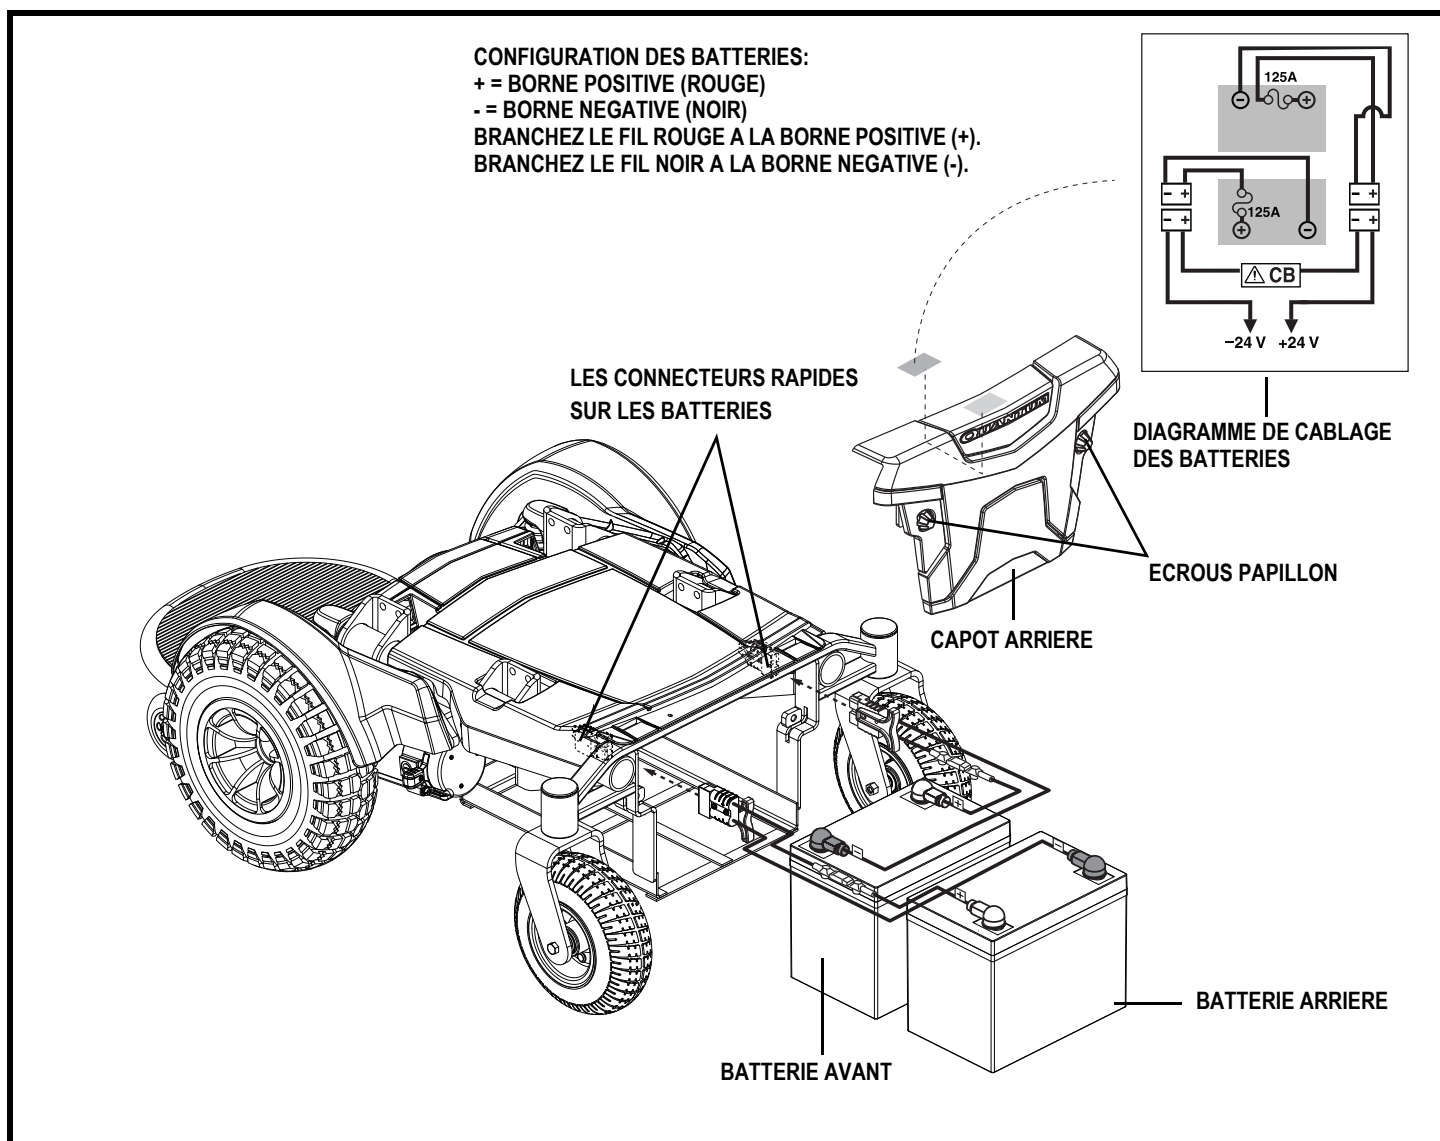

Figure 20. Installation des batteries
3. Desserrez les écrous papillon (voir la figure 20) pour retirer le capot arrière.
7. Installez le fil sur la batterie avant selon le diagramme de branchement. Voir la figure 20.
8. Installez le fil sur la batterie arrière selon le diagramme de branchement. Voir la figure 20.